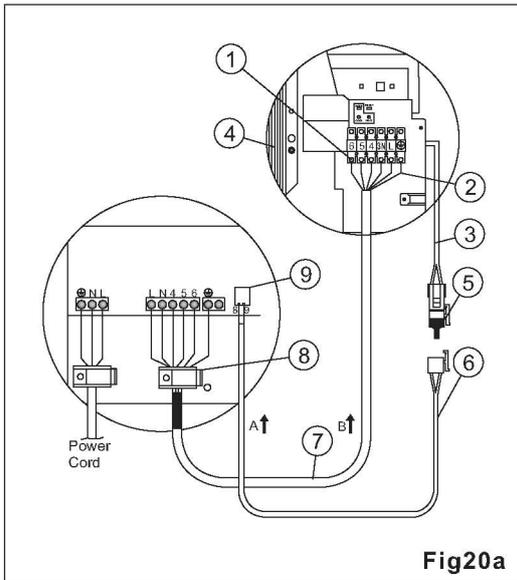
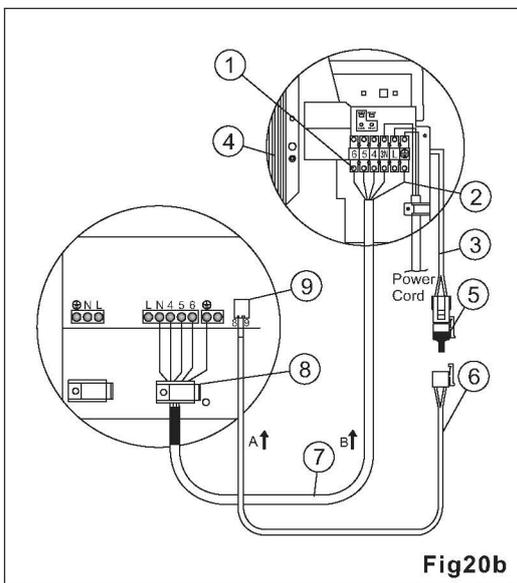
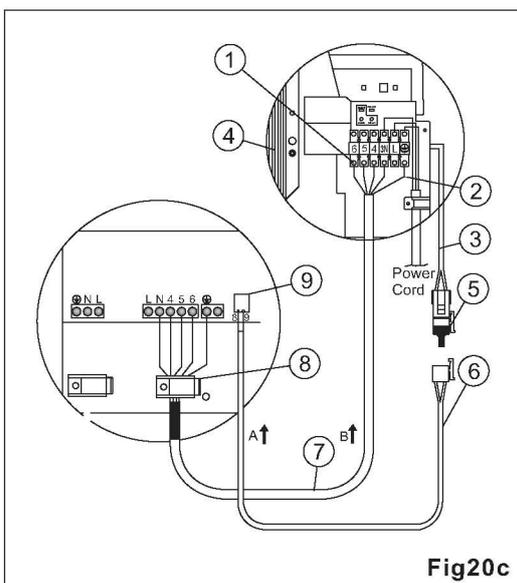

Fig.20a (WNG 24 1PH)
Fig.20b (WNG 24 1PH)
Fig.20c (WNG 24 3PH)
3. Connectez les extrémités du câble aux terminaux des éléments intérieur et extérieur, comme indiqué à la fig. 20a, fig. 20b, fig. 20c.
4. Pour les éléments à capacité de réfrigération jusqu'à une entrée de 3,5 Kw. (11900 btu/h), formez une boucle et raccordez le fil jaune/ vert (2) au terminal de terre de l'élément d'intérieur, comme indiqué à la Fig. 20a, Fig. 20b, Fig. 20c.